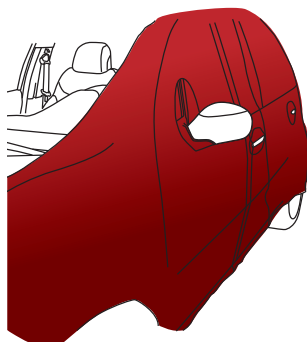

Figure 18
- Le film est tendu sur la totalité de la surface à couvrir. (FIG. 18) Vous allez maintenant pouvoir procéder à l'application du film selon les surfaces rencontrées.